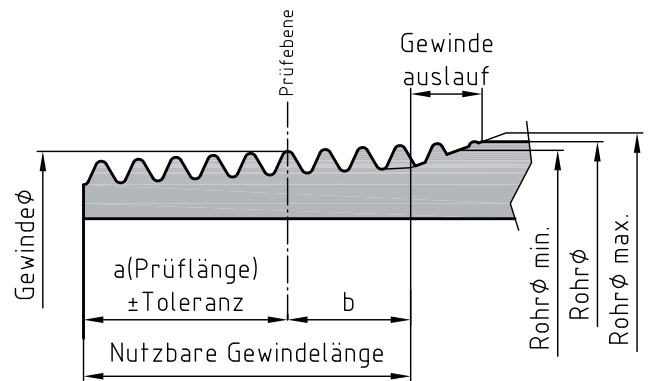
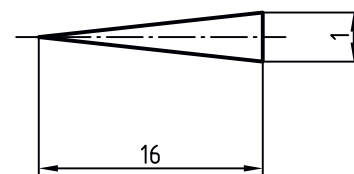
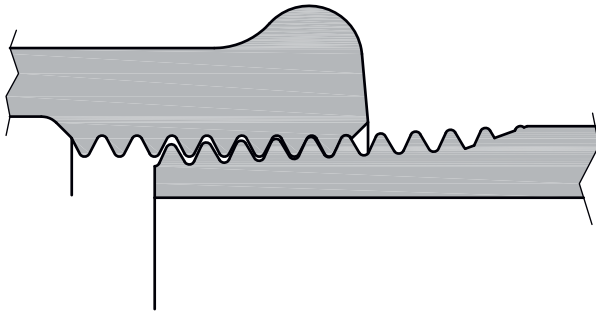
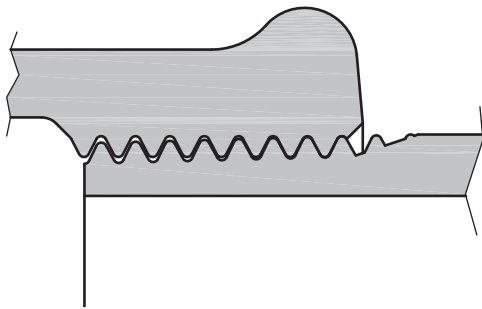

Abb. 3 Kegeliges Aussengewinde R
Abb. 4 Konizität des Aussengewindes 1:16. Das Gewindeprofil ist rechtwinkelig zur Rohrachse.
Abb. 6 Von Hand verschraubt
Abb. 7 Mit Werkzeug verschraubt
(Abb. 3) sind einige Details zu beachten. Wie schon der Name sagt, ist es kegelig (konisch) geschnitten, und zwar im Verhältnis 1:16 (Abb. 4).
- Die Prüflänge „a“ (Abb. 3) ist so festgelegt und toleriert, dass auch bei dem kleinstmöglichen Innengewindedurchmesser das Aussengewinde leicht eingeschraubt werden kann und dass das sparsam aufgetragene Dichtmittel einwandfrei in die Verbindung eingezogen wird.
- Die Anzugstrecke „b“ (Abb. 3) ist die für die Dichtung massgebende Gewindepattie. Die am Gewindegrund voll ausgeschnittene Gewindelänge hinter der Messebene ist so gewählt, dass sich auch beim grösstmöglichen Innengewindedurchmesser genügend Anzugstrecke mit dem Werkzeug ergibt, die durch den Kegel 1:16 zu einer starken Pressung zwischen den Gewinden und damit zu einer dauerhaft zuverlässigen Abdichtung führt.
Abb. 6 zeigt die Verhältnisse einer von Hand verschraubten Gewindeverbindung (z.B.: 1 Zoll). Am Aussengewinde stehen noch $2\frac{3}{4}$ Gänge für den Anzug mit dem Werkzeug zur Verfügung (siehe Tabelle Rohrgewinde Seite 74).
Abb. 7 zeigt, Abb. 6 folgend, die nach Norm verschraubte Gewindeverbindung. Zum Ausgleich der Abgangsrichtung des Fittings (oder der Baulängen der fertig montierten Leitung) kann auch etwas weniger oder etwas mehr verschraubt werden. Die Verbindung ist trotzdem einwandfrei dicht.
- Das Ende des nutzbaren Aussengewindes (Länge a+b, siehe Abb. 3) soll mit dem Werkzeug nicht tiefer als bis zum ersten ausgebildeten Gewindegang des Innengewindes eingeschraubt werden (siehe Abb. 7), sonst kann die Dichtpressung durch den unvollständigen Gewindegrund des Aussengewindeauslaufes gefährdet werden.